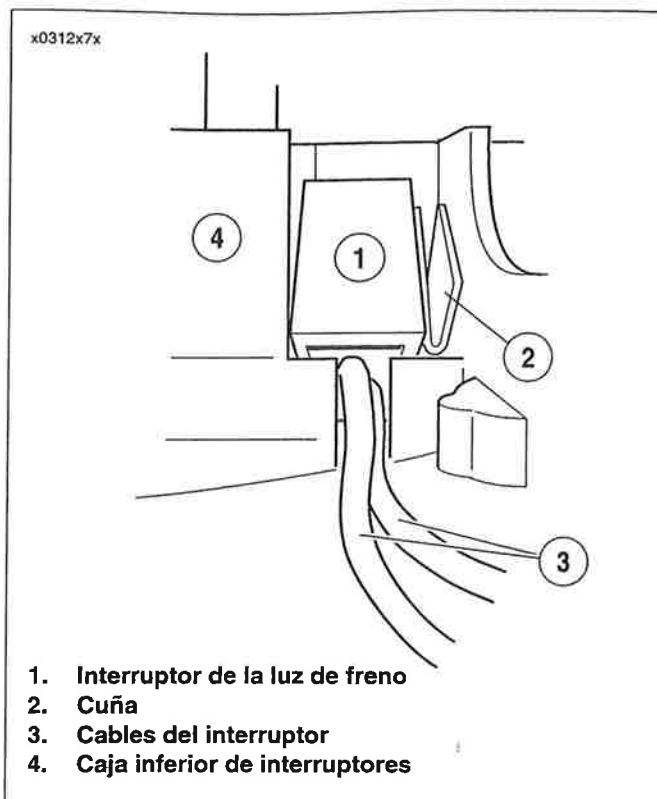

Figura 7-53. Instalación del interruptor de luz de parada
6. Vea la Figura 7-53. Empuje hacia abajo el interruptor (1) para que la parte interior de éste tope contra la caja y los cables (3) corran por la ranura en la base de la cavidad. Con el lado cóncavo hacia afuera, inserte una cuña (2) entre el interruptor y el lado exterior de la caja de interruptores.